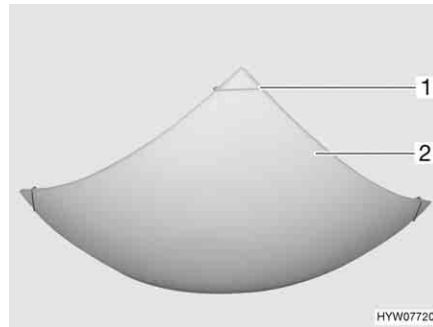

Fig. 156 Lampada a soffitto (quadrata)
- Tirare verso l'esterno due delle quattro graffe di supporto (Fig. 156,1) poste sulla lampada a soffitto contro la resistenza delle molle e spingerle verso l'alto sopra la copertura della lampada (Fig. 156,2).